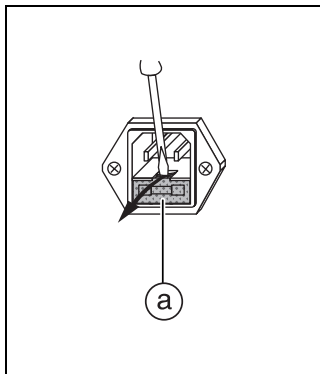

Fig. 5.1
- Enlever la cartouche-fusible (a) (avec le support pour fusible primaire (b) et fusible de réserve (c)) (fig. 5.1).
- Palanquear el inserto (a) (con montura para fusible primario de fusión (b) y fusible de reserva (c)) (Fig. 5.1).